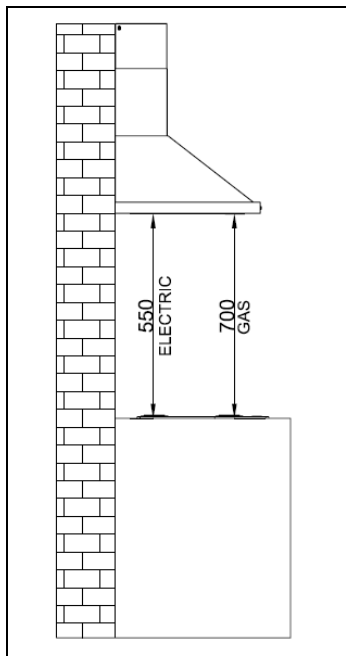

图. 1
- 此油烟机罩可以安装在燃气炉和电炉上方。从台面到烟机底部的最小的安装高度为 700mm (燃气灶) 和 550mm (电炉) (图. 1)。